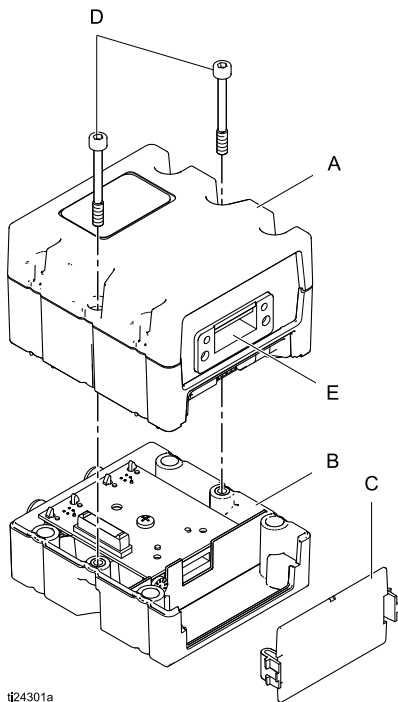

Figure 2 CGM, pokrywa dostępu i podstawa
2. Zdjąć pokrywę dostępu (C). Wykręcić dwie śruby (D) i wyjąć moduł CGM (A) z podstawy (B). Patrz rysunek 2.